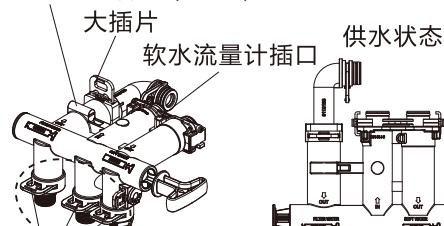
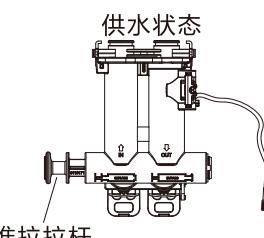
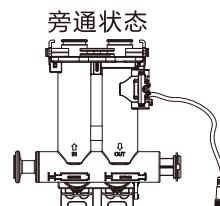

图2
图4
图5
6) 按照4)安装步骤完成后, 请确认BP-3旁通是否处于供水状态(图2), 如果BP-3旁通处于旁通状态(图3), 请将拉杆推至供水状态(图2)。
7) 按照4)安装步骤完成后, 请确认BP-K旁通是否处于供水状态(图4), 如果BP-K旁通处于旁通状态(图5), 请将拉杆拉至供水状态(图4)。
如遇设备故障或其它特殊情况, 可将本机的旁通阀调节至旁通状态(将拉杆推至图3或图5状态), 您可暂时直接使用市政供水, 待故障或问题排除解决后, 再将旁通阀调节到供水状态(将拉杆推至图2或图4状态), 以恢复软水供水。